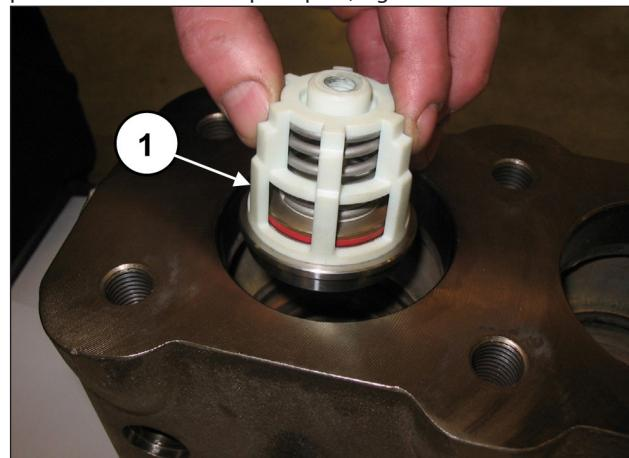
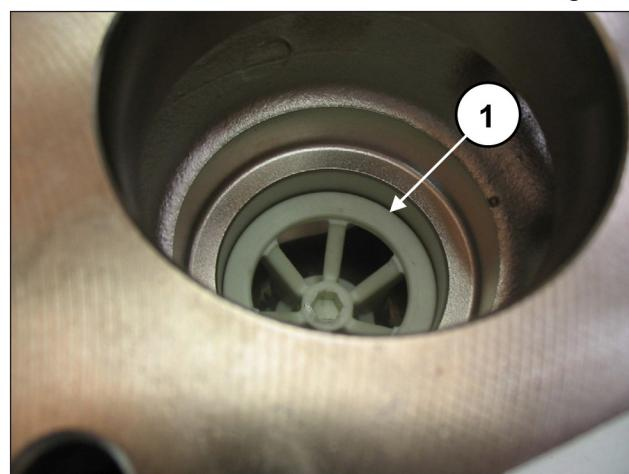

Fig. 115
Fig. 116
Placer le groupe soupape d'aspiration (rep. ①, Fig. 115), puis l'entretoise (rep. ①, Fig. 116).
Engager à fond le groupe soupape complet qui devra être positionné comme indiqué rep. ①, Fig. 116.